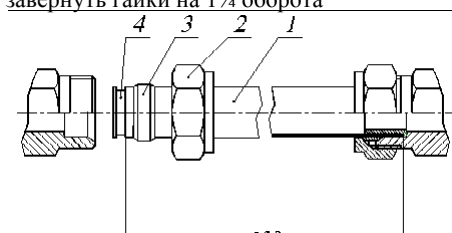

Рис.4. Соединение нагревательных элементов конвектора.
5.3 При помощи медных труб и обжимных фитингов из комплекта монтажных частей, соединить нагревательные элементы секций (рис.4). Для этого необходимо через отверстие в корпусе вставить трубки в патрубки нагревательных элементов, закрутить гайки рукой до упора, после этого гаечным ключом завернуть гайки на $1\frac{1}{4}$ оборота